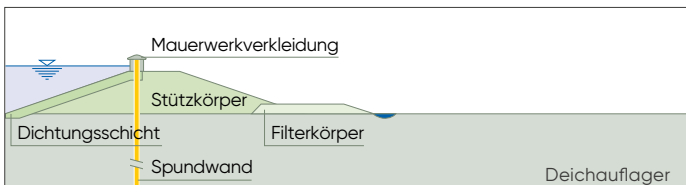

Abb. 2: Erhöhung des Bemessungshochwasser
- Mit Hilfe einer Stahlpundwand kann ein Deich nicht nur abgedichtet, er kann auch mit wenig Platzaufwand an ein **erhöhtes Bemessungshochwasser** angepasst werden. Dabei lässt man die Spundbohlen einfach um die gewünschte Höhe aus dem Deich herausragen – und dies bei einer erheblichen Platzersparnis gegenüber einer Erhöhung des Deiches selbst. Aufgrund ihrer Biegesteifigkeit können Stahlpundwände problemlos den anfallenden Wasserdruck in den Deichkörper abtragen. Im Übrigen stabilisiert die Stahlpundwand auch bei einer Erhöhung des Deiches die wasserseitige Böschung sowie die Deichkrone und ermöglicht ein Absenken der Sickerlinie in der landseitigen Böschung. (Abb. 2)